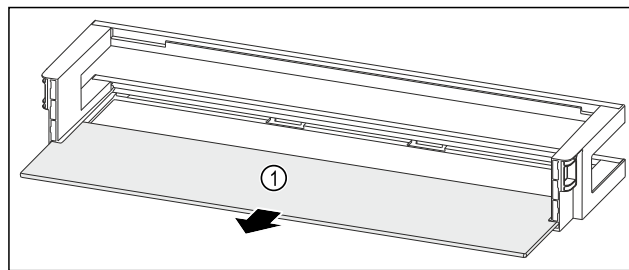

Fig. 227 Дверная полка со съемной полкой
- ▶ Извлеките съемную полку Fig. 227 (1).